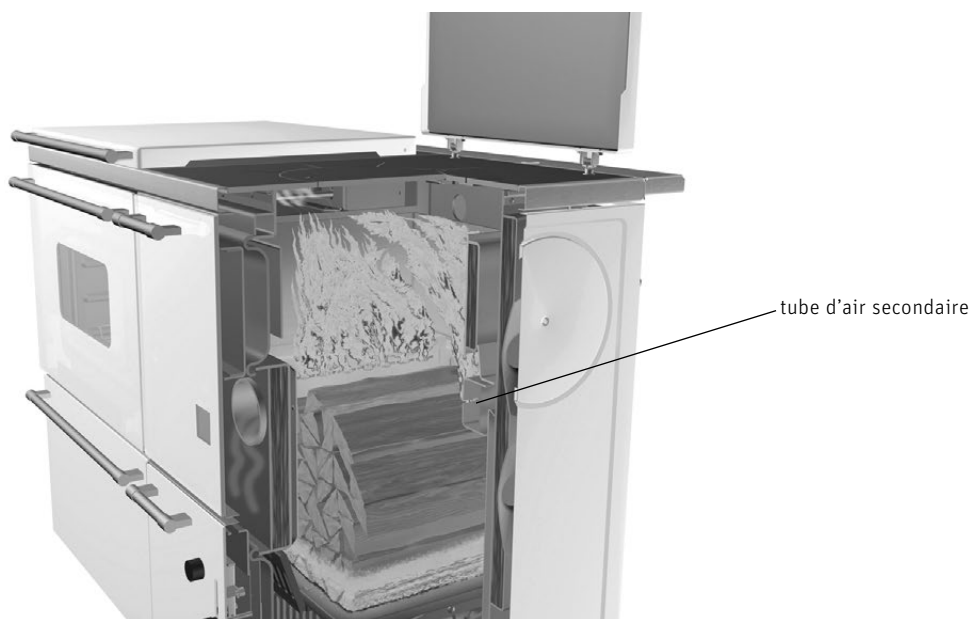

Fig. 12 Chambre de remplissage
- La chambre de remplissage doit être remplie au maximum jusqu'au bord inférieur du volet d'air secondaire – Fig.12.